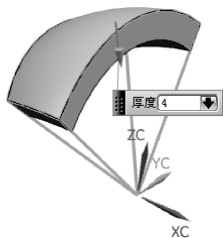

图 4-66 创建抽壳
- 12 抽壳。将其他的实体全部隐藏, 只保留要抽壳的实体, 单击【抽壳】按钮, 弹出【抽壳】对话框, 选取要移除的四周面, 再输入抽壳厚度为 4, 结果如图 4-66 所示。